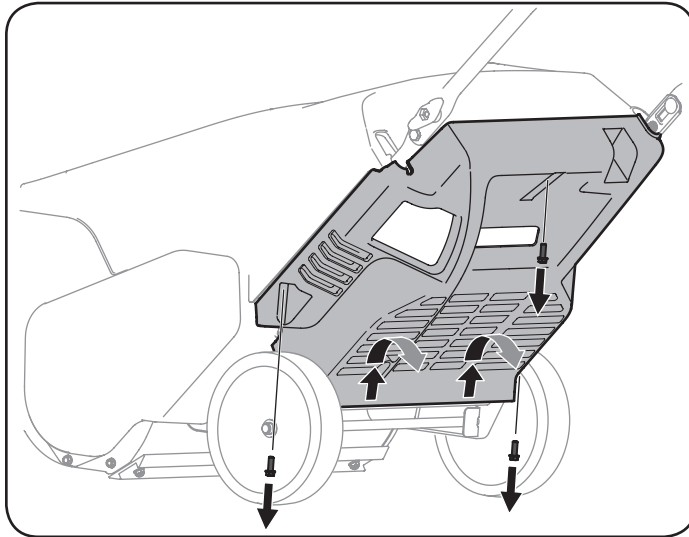

Figura 20
2. Retire los tres tornillos que sujetan el panel inferior en el modelo 247.887802*. Quite el panel inferior levantando en el panel para liberar las pestañas en la parte inferior del panel de las ranuras de la ficha y luego retirarse. Vea la Figura 20.